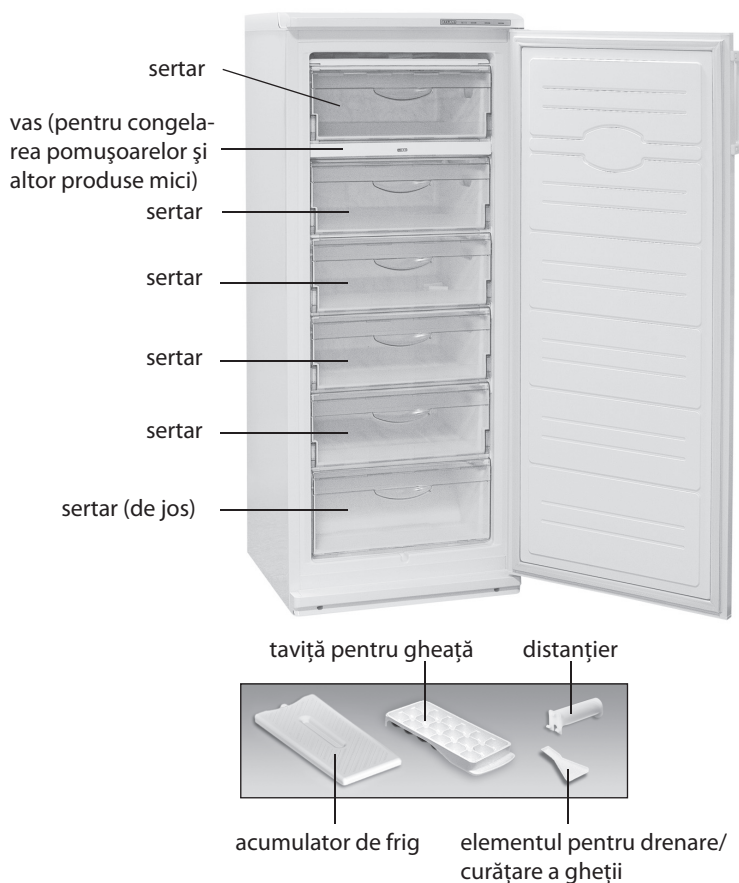

**Figura 1 – Congelator și piese componente**
**1.1** Congelatorul în conformitate cu figura 1 este destinat pentru congelarea produselor proaspete, păstrarea produselor congelate în sertare, prepararea gheții alimentare.